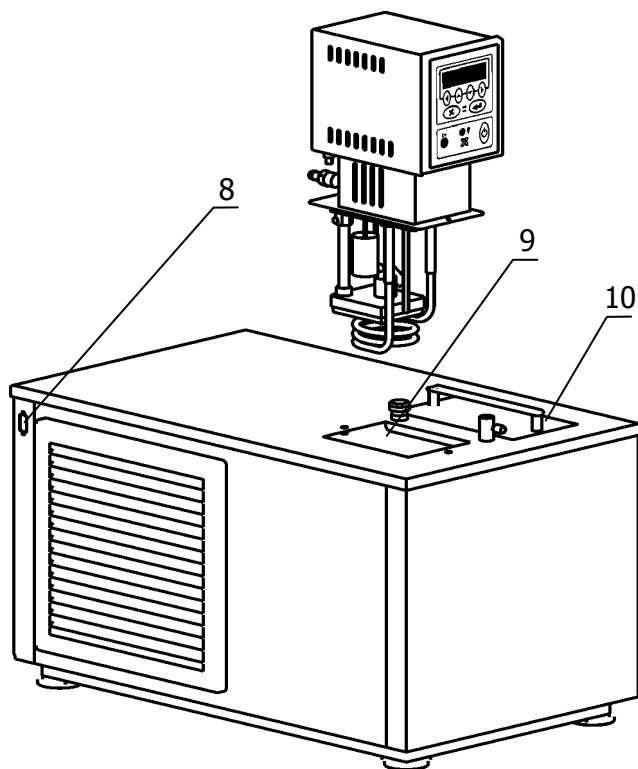
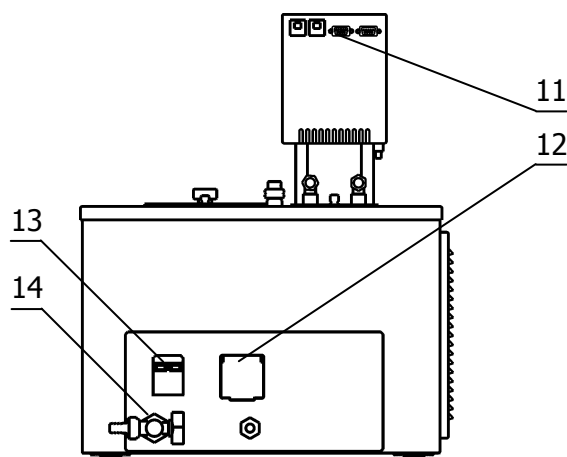

Рисунок 4 — Установка блока регулирования
Рисунок 5 — Задняя панель термостата
2.2.3 Установить блок регулирования в отверстие в крышке термостата 9 (рисунок 4).
2.2.4 Соединить разъем блока регулирования температуры 11 (рисунок 5) с разъемом управления холодильной машиной 8 (рисунок 4) кабелем из комплекта поставки термостата.
2.2.5 Заполнить ванну термостата теплоносителем (учитывая диапазон температур регулирования 1.2.6) через отверстие 10 в крышке корпуса термостата (рисунок 4).
2.2.6 Вставить вилку сетевого кабеля блока регулирования температуры в розетку 12, расположенную на задней панели корпуса термостата (рисунок 5). Подключить термостат к однофазной питающей сети напряжением 220 В. Для этого в лабораторном помещении должна быть установлена электрическая розетка из комплекта поставки термостата.
2.2.7 Автоматический выключатель 13 (рисунок 5) перевести в положение включено.
2.2.8 Кран 14 (рисунок 5) служит для слива теплоносителя.